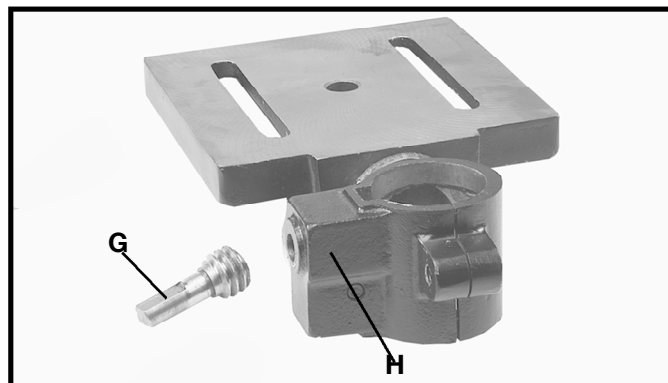

Fig. 4
2. S'assurer que la vis sans fin (G, figures 4 et 5) est en place dans le support de la table (H) comme illustré.